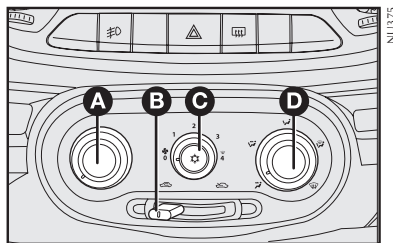

fig. 60
COMANDOS - fig. 60
1) Mando para la temperatura del aire **A-fig. 60** totalmente posicionado a la izquierda.
2) Cursor del ventilador **C-fig. 60**: posicionado en la velocidad máxima.
3) Mando para la distribución del aire **D-fig. 60** indicador en , para controlar que todas las salidas de aire estén abiertas.
4) Conecte el aire acondicionado abriendo el selector **C-fig. 60**.
El aire acondicionado es muy útil para acelerar el desempañamiento, pues deshumidifica el aire. Para desempañar el lado interno del parabrisas, active el aire acondicionado, apretando el selector **C-fig. 60**.
- 1) Aire acondicionado activado: selector **C-fig. 60**.